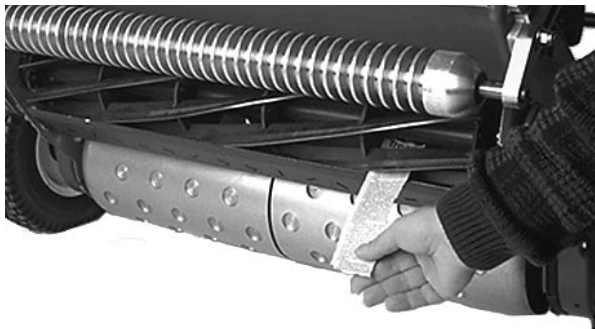

Fig. 5
3. Stikk et langt stykke avis/papir mellom sylindren og knivplaten på den ene enden av sylindrens forside (fig. 5). Mens sylindren dreies langsomt fremover trekkes knivplatens justeringsskrue til (i samme ende av sylindren), en flate av gangen, til papiret "tar" litt når det stikkes inn på forsiden parallelt med knivplaten. Papiret skal sitte litt fast når det trekkes ut (fig. 4).
5. Etter justering må du undersøke om sylindren klemmer papiret når det stikkes inn fra forsiden og kutter papiret når det stikkes inn i rett vinkel i forhold til knivplaten (fig. 5). Det skal være mulig å kutte papiret med minst mulig kontakt mellom knivplaten og sylindernivene. Hvis det er for mye kontakt med sylindren, er det enten nødvendig å slipe om eller pusse av klippeenheten for å få de skarpe eggene som kreves for nøyaktig kutting (se Toro-håndboken over kvessing av sylindrer).